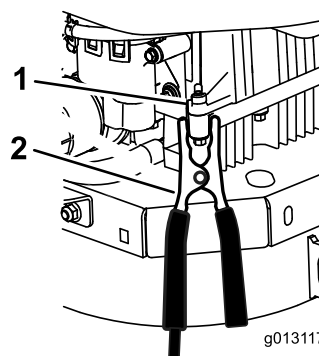

Figure 48
6. Faites la dernière connexion sur le **bloc-moteur** (pas sur la borne négative de la batterie) de la machine dont la batterie est à plat, à l'écart de la batterie, et reculez vous (Figure 48).